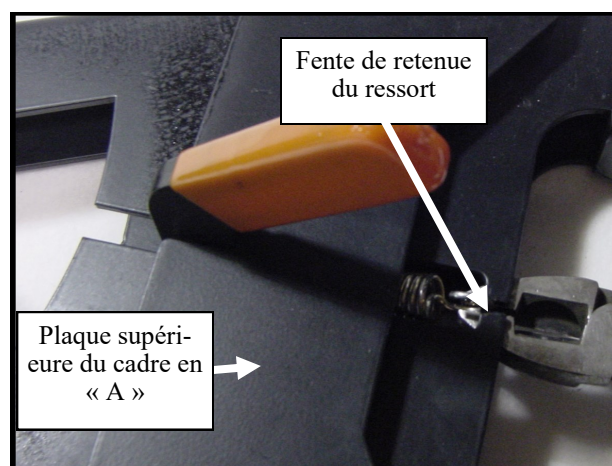

Figure 7.6—Poignée angulaire de lame installée
7.6 Comme illustré à la figure 7.6, avec une pince, étirez le ressort de la poignée en l'éloignant du versoir et insérez le crochet du ressort dans la fente de retenue de la plaque supérieure du cadre en « A ».